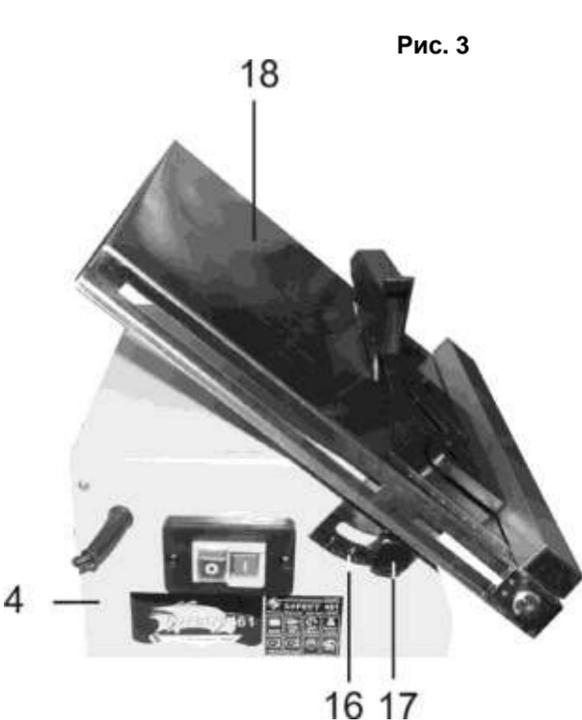

Рис. 3
##### 10.1. Регулировка угла резания (Рис. 3)
10.1.3. Как показано на Рис.3, переведите рабочий стол (18) в наклонное положение, совместив показание на шкале наклона (16) и риске на основании (4) на предполагаемый угол резания. Закрепите положение двумя винтами фиксации (17).